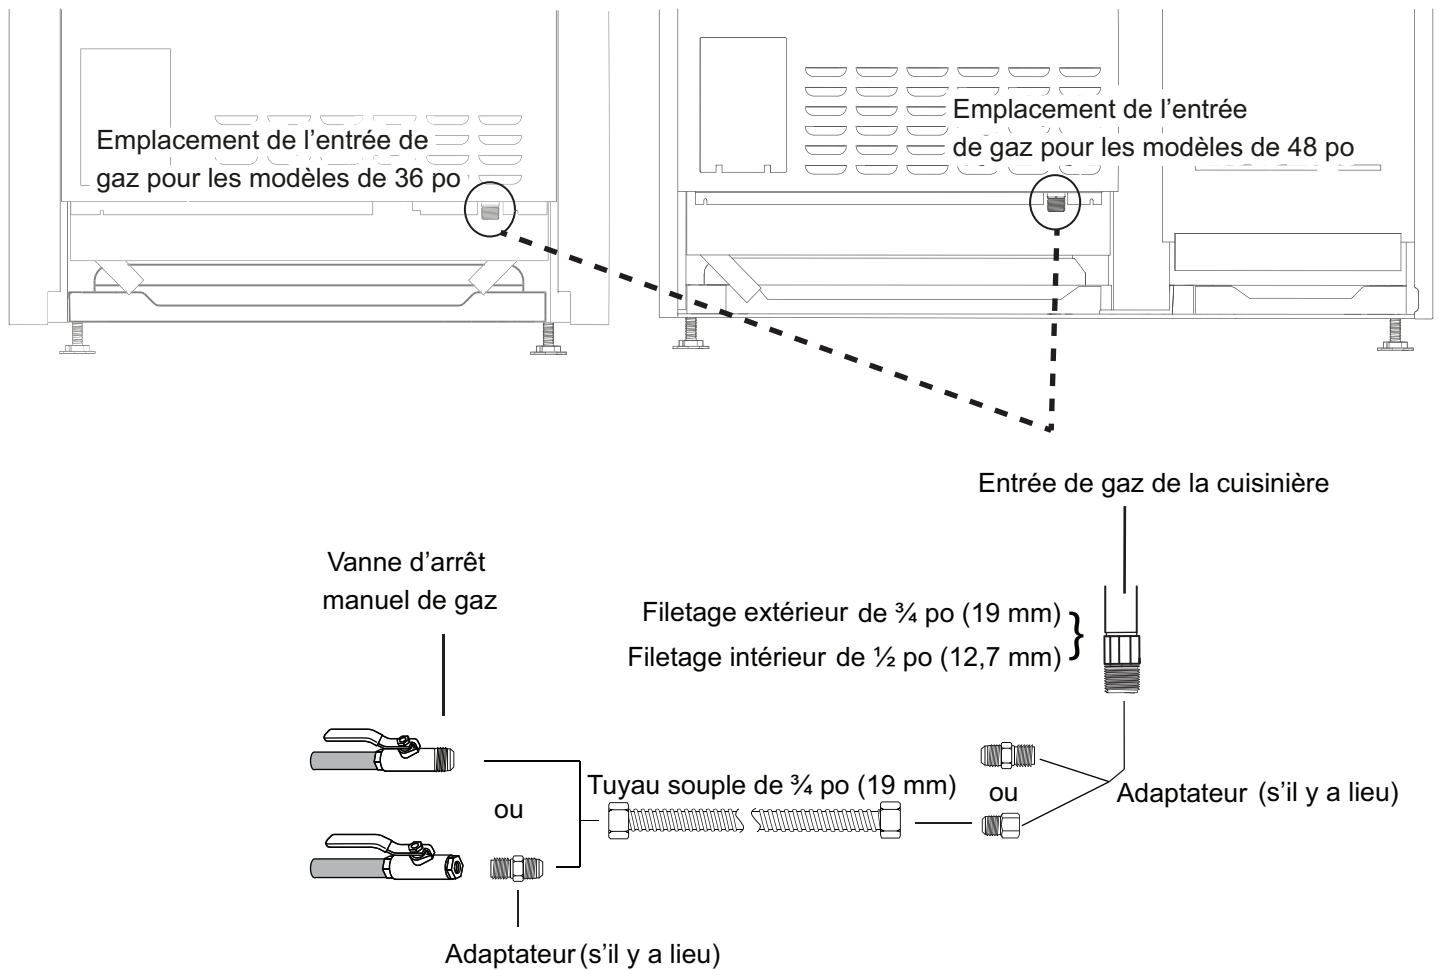

Figure 13 : Raccordement à l'approvisionnement de gaz
2. Utilisez un tuyau à gaz souple de 3/4 po (19 mm) entre l'approvisionnement en gaz et le tuyau d'arrivée de l'appareil. Le filetage externe du tuyau d'arrivée de gaz de l'appareil est de type NPT 3/4 po (19 mm) et le filetage interne est de type NPT 1/2 po (13 mm) (voir *Figure 13*).